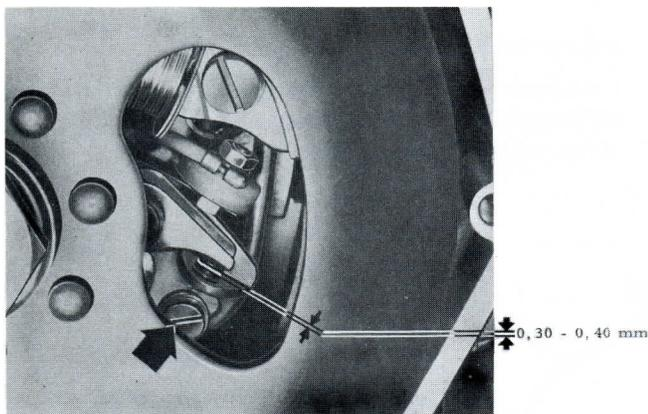

Bild 34-2 Brytaravstånd
3. Mät avståndet mellan kontakterna med ett bladmått. Avståndet skall vara 0,3–0,4 mm (Se bild 34-2).